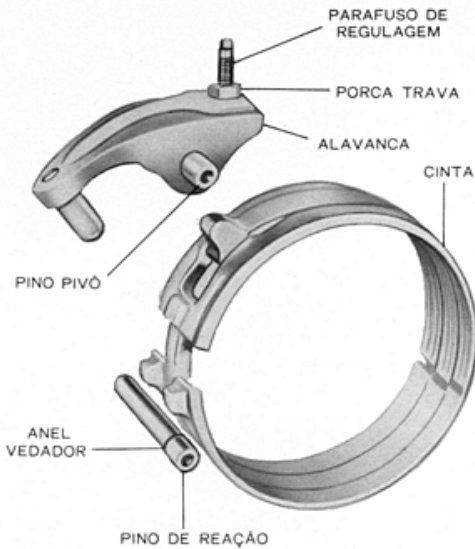

Fig. 66 — Cinto traseira dupla e articulações desmontadas
- Instalar a alavanca acionadora com o pino de articulação nivelado com a superfície da caixa e com o parafuso de ajustagem tocando a saliência central da cinto. (Fig. 66).